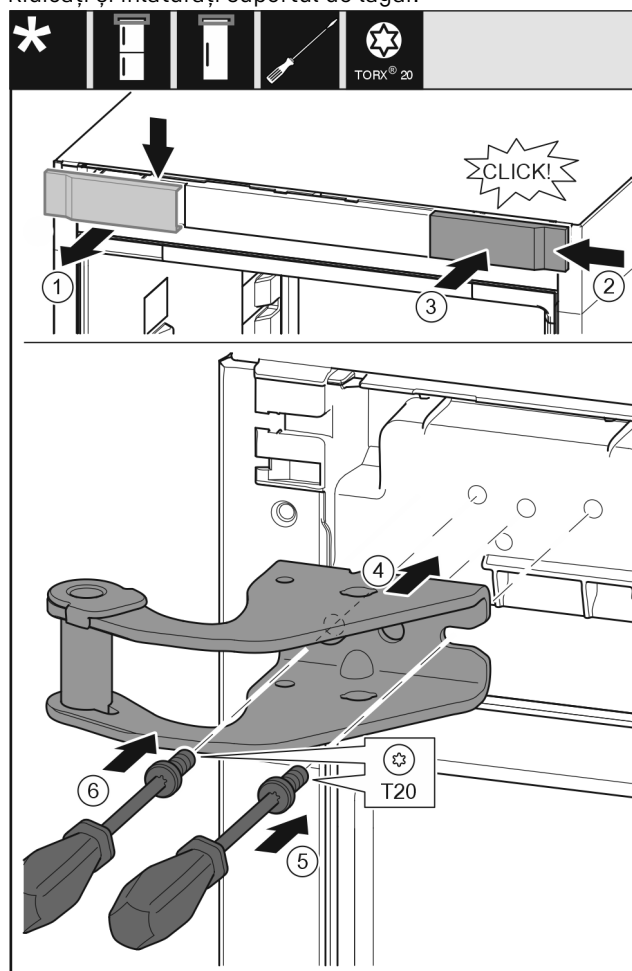

Fig. 9
- ▶ Detașați apărătoarea de sus spre înainte. Fig. 9 (1)
- ▶ Acroșați pe cealaltă parte din dreapta capacul rotit cu 180°. Fig. 9 (2)
- ▶ Fixați în poziție apărătoarea. Fig. 9 (3)
- ▶ Așezați suportul de lagăr superior. Fig. 9 (4)
- ▶ Așezați și înșurubați ferm șurubul cu șurubelnița T20. Fig. 9 (5)
- ▶ Introduceți și înșurubați ferm șurubul cu șurubelnița T20. Fig. 9 (6)